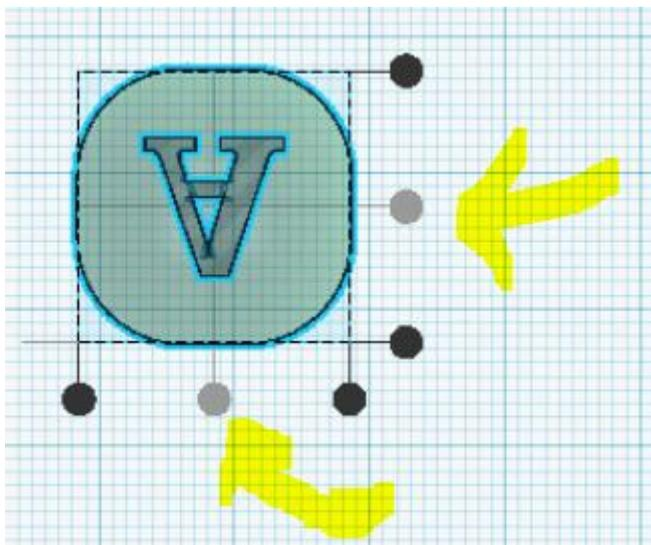

Figura 16. Alinhando os objetos pelo centro.
11. E, por fim, centralize-o com o dado, utilizando o comando *alinha* (tecla L no teclado). Para isso, após selecionar ambas as figuras, aperte a tecla L e clique nas bolinhas que aparecem abaixo e/ou acima dos objetos. Veja a Figura 16 para entender melhor.